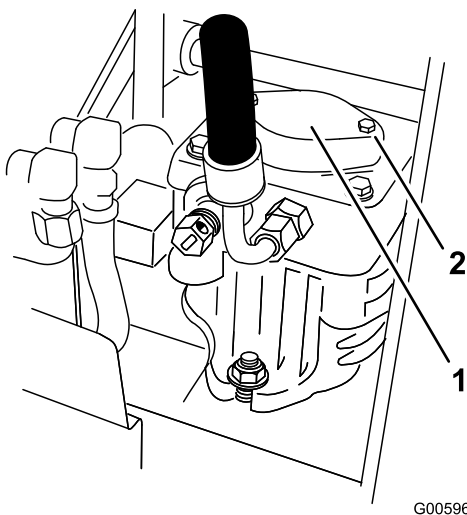

Figura 54
7. Para cebar la bomba de carga, afloje los dos tornillos de cabeza hexagonal (Figura 54) únicamente 1-1/2 vuelta. Asegúrese de que el motor no está en marcha. Levante el alojamiento de la bomba de carga y espere a que fluya un caudal constante de aceite de debajo del alojamiento. Apriete los tornillos de cabeza hexagonal de ambas bombas.